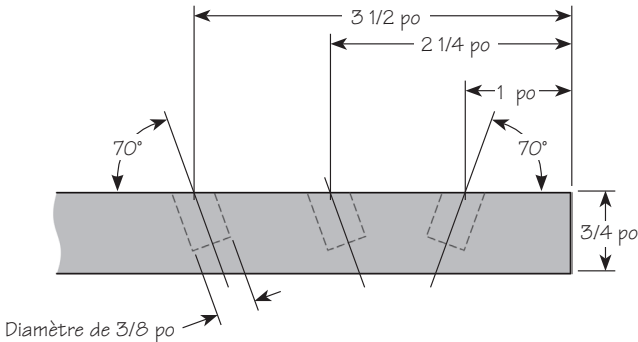

Figure 2 : Perçage des trous pour un angle inclus de 40°
2. Tracez ensuite deux lignes sur la longueur du morceau de bois, chacune éloignée de 1 po du bord. Comme l'illustre la **figure 2**, marquez l'emplacement des tiges le long des lignes, soit à 1 po, 2 1/4 po et 3 1/2 po à partir de l'extrémité. Notez que les trous percés à 3 1/2 po serviront à insérer la tige de protection.
- Régalez la table de votre perceuse à colonne pour obtenir les angles de biseau appropriés. Sur un des côtés de votre pièce, percez des trous de 3/8 po de diamètre à angle identique – le plus profond possible, sans traverser la pièce –, comme l'illustre la **figure 2**. Percez ensuite des trous sur l'autre côté à un angle différent.